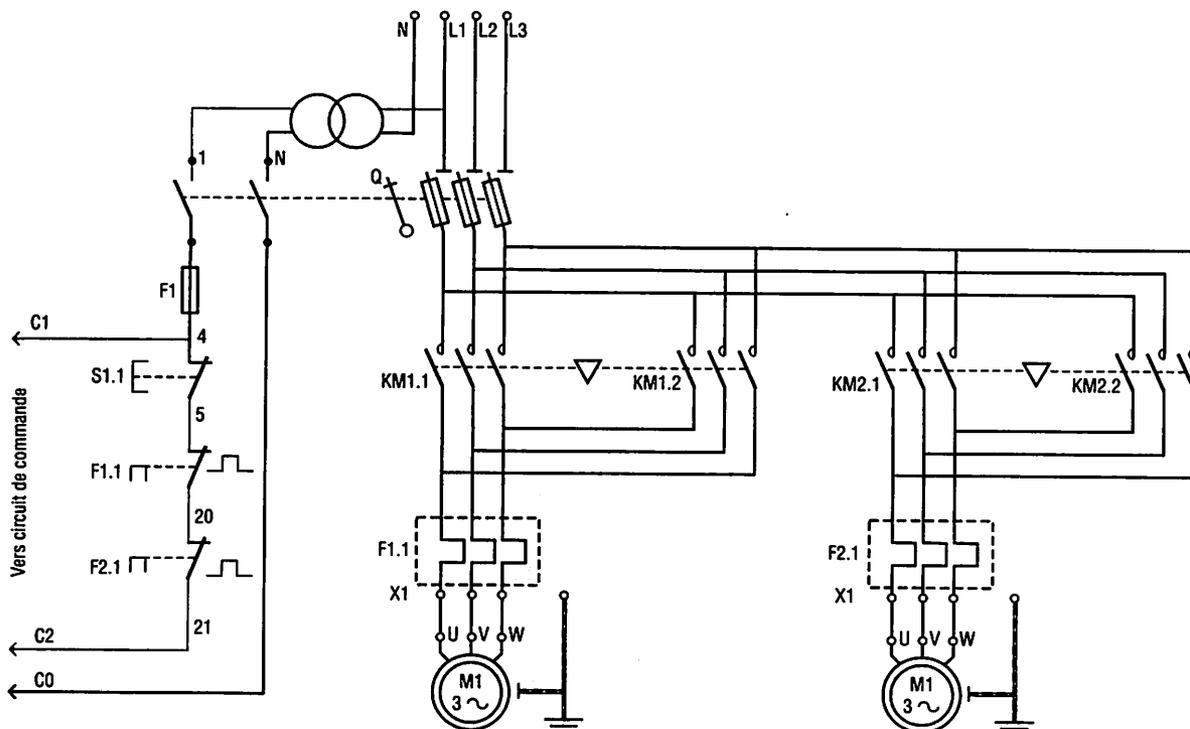

Fig. 10 : Circuit de puissance en triphasé 400 V-50 Hz.
5.2 Circuit de puissance (fig. 10)